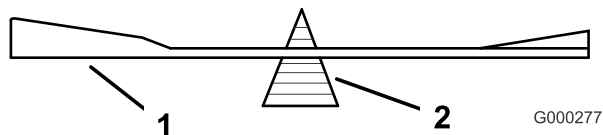

図 82
2. ブレード・バランスー(図 82)を使ってバランスを調べる。ブレードが水平に停止す